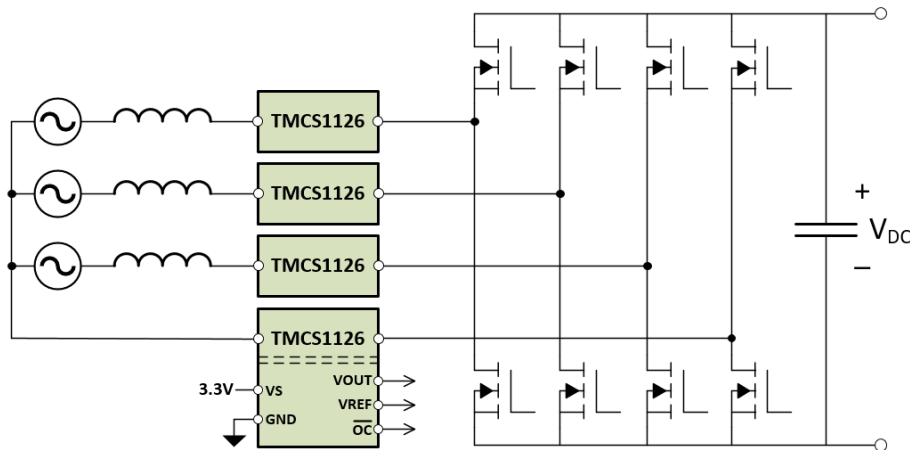

图 9-2. 交流/直流转换器电流检测
在许多应用中，电源必须从交流转换为直流后用于电路。为了提高功率传输效率，通常需要某种类型的受控功率因数校正 (PFC) 级。现代 PFC 级正在使用越来越快的电源开关，以减小总体尺寸并提高功率传输效率。通常，交流/直流转换器的 PFC 级直接连接到交流电网。PFC 级检测面临的一个主要挑战是，在电荷传输期间，电流传感器会遇到来自高压 (HV) 电网的大电压尖峰以及来自高速电源开关的高瞬态能量。TMCS1126 结构中固有的隔离功能可在 HV 电流检测节点和低压控制电路之间提供高级别的隔离，并具有高共模瞬态抗扰度 (CMTI)，因此有助于应对这些挑战。图 9-2 显示了 TMCS1126 在常见交流/直流转换器级中测量相电流的使用方法。